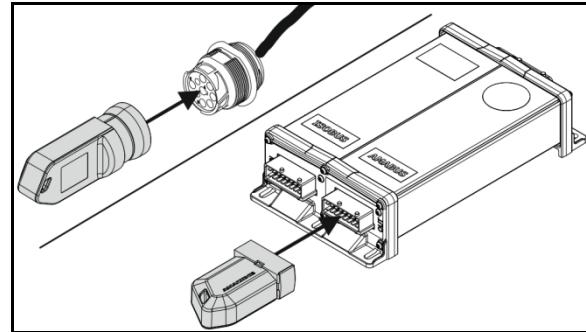

Рис. 30
5. Поворотні гальмівні ролики (Рис. 30/1) спереду
- о встановіть та зафіксуйте шплінтом (Рис. 30/2), або відповідно
6. Зафіковані ролики (Рис. 30/3) ззаду
- о встановіть і закріпіть пружинним фіксатором (Рис. 30/4) в самому нижньому отворі для фіксації, або відповідно
При монтажі зафікованого ролика зверніть увагу на те, щоб болт (Рис. 30/5) увійшов в отвір рами і таким чином утримував колесо в поздовжньому напрямку.